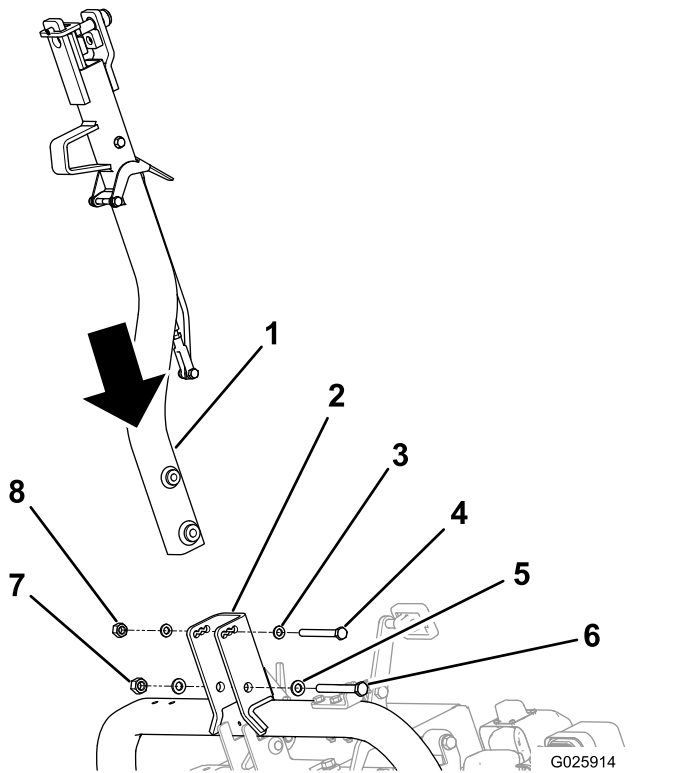

图5
2. 使用适当的紧固件将挂钩固定到挂钩枢轴支架上请参阅图5。